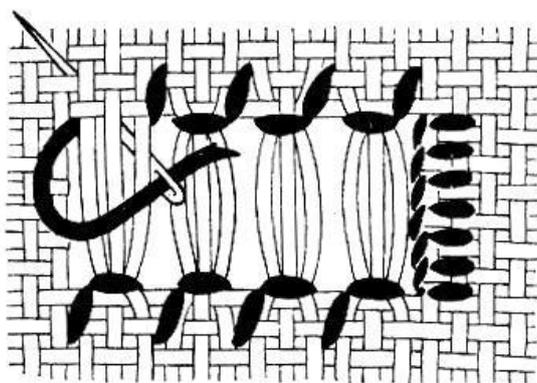

Рисунок 7.3. – Мережка «столбики»
– стягивают «кисточки» с одной стороны мережки, а затем – аналогично стягивают соответствующие нити напротив, получая столбики (рисунок 7.3);